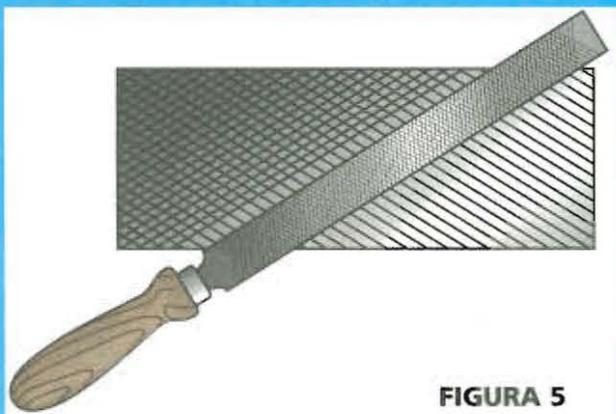

FIGURA 5
7. ¡CUIDADO! Manejando el formón con una sola mano nunca debe sujetarse la pieza ubicando la otra mano delante de la herramienta (figura 5).
4. Para obtener una superficie de limado bien plana es primera condición mantener la lima horizontal durante toda la carrera en cada golpe. (figura 5).